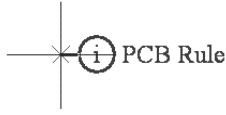

图 3-17 放置 PCB 布线指示
2) 移动光标到需要放置 PCB 布线指示的位置处，单击即可完成放置，如图 3-17 所示。此时光标仍处于放置 PCB 布线指示的状态，重复操作即可放置其他的 PCB 布线指示符号。右键单击鼠标或者按〈Esc〉键即可退出操作。